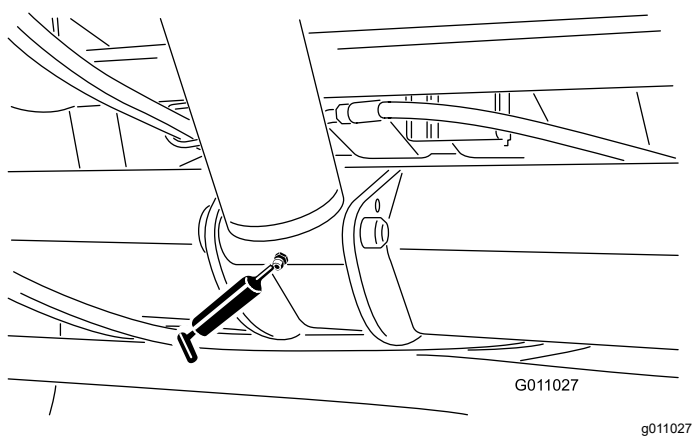

Figura 35
- Cilindro de elevação (2) (Figura 35)